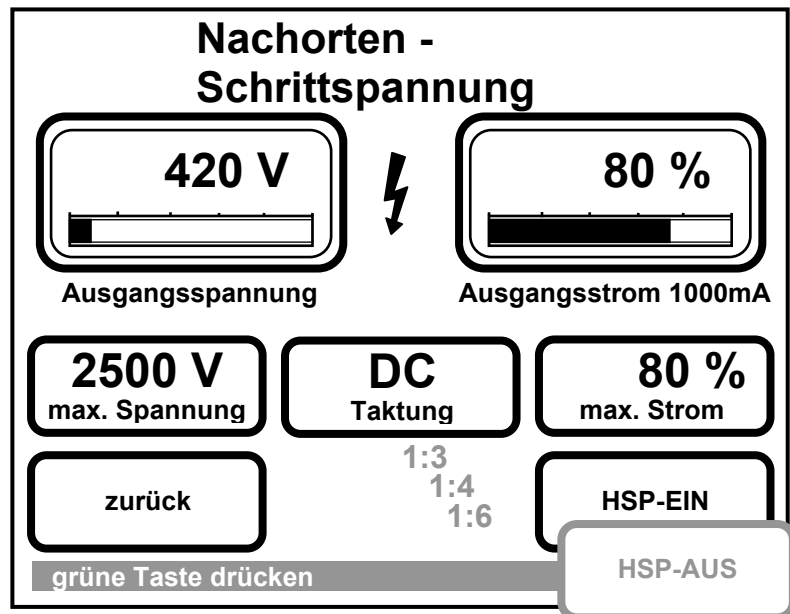

Abbildung 14 : Menü Nachorten-Schrittspannung
2. Schaltfeld „Schrittspannung“ betätigen. Erst dann erscheint das oben gezeigte Menü aus Abbildung 14 : Menü Nachorten-Schrittspannung.